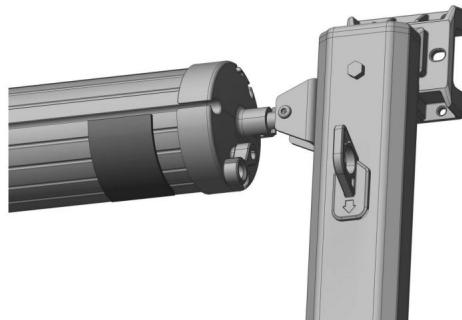

Figure E3
3. Le tissu des deux côtés du rouleau est plié de manière inégale et un côté ne peut pas être tendu : vérifiez si le tissu du store est endommagé ou déformé et remplacez le tissu du pare-soleil. Alternativement, un autocollant de réglage d'épaisseur appropriée peut être appliquée sur le bord du tube enroulé du côté qui ne peut pas être entièrement tendu (à fournir séparément), et la quantité du cercle de bâche peut être ajustée avec précision pour assurer un serrage uniforme des deux côtés. (Figure E3).